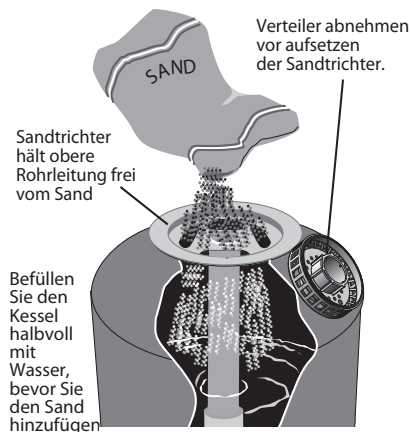

Abbildung 5
**Zusammenbau:** Informationen zum Zusammenbau des Filters, siehe Abbildung 5.